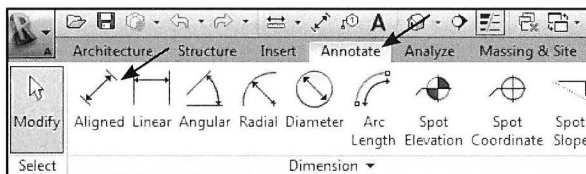

Fig. 12.03. Muligheder for påsætning af målkæder.
Ud over de midlertidige målkæder, har vi også selv muligheden for at påsætte målkæder under *Annotate* (Fig. 12.03).
- Klik *Annotate - Aligned* (Fig. 12.03).